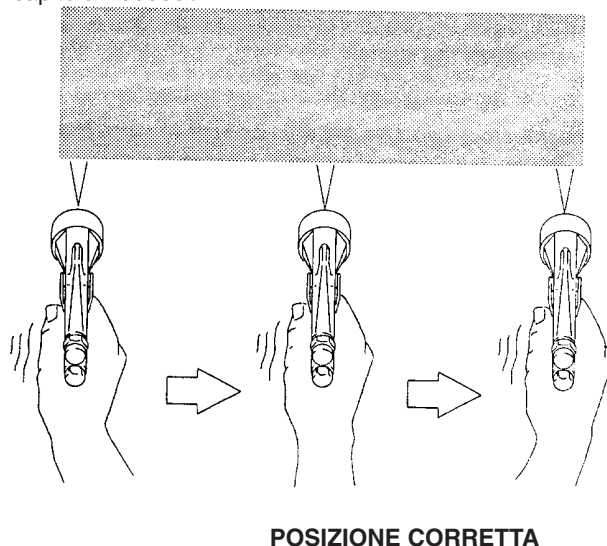

Fig. 20
1. Per ottenere risultati ottimali durante l'applicazione del fluido, tenere la pistola in posizione perpendicolare rispetto alla superficie e mantenere sempre una distanza di circa 150–200 mm dall'oggetto sottoposto all'operazione di spruzzatura. Ved. Fig. 20.